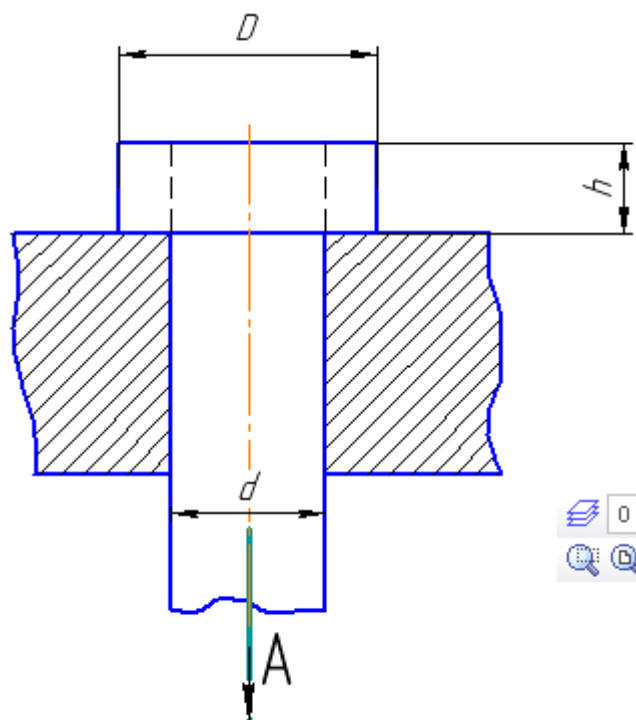

Рисунок 6. Исходная схема
1. Ознакомится с заданием рисунок 6.